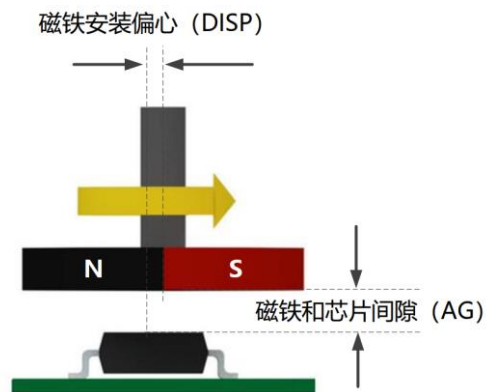

图 3.2 编码器对磁铁的安装要求
2. 将电机驱动板安装到电机背后，将板子的螺丝孔对齐电机的螺丝孔位，并加装适当高度的垫片，确保磁铁正对着编码器，以及**确保间距在 1.5~3mm 之间**，安装得越好，控制精度就越高，如图 3.2。DISP 和 AG 尽量小，确保磁编码器芯片可以正常捕获转子上磁铁的磁场。